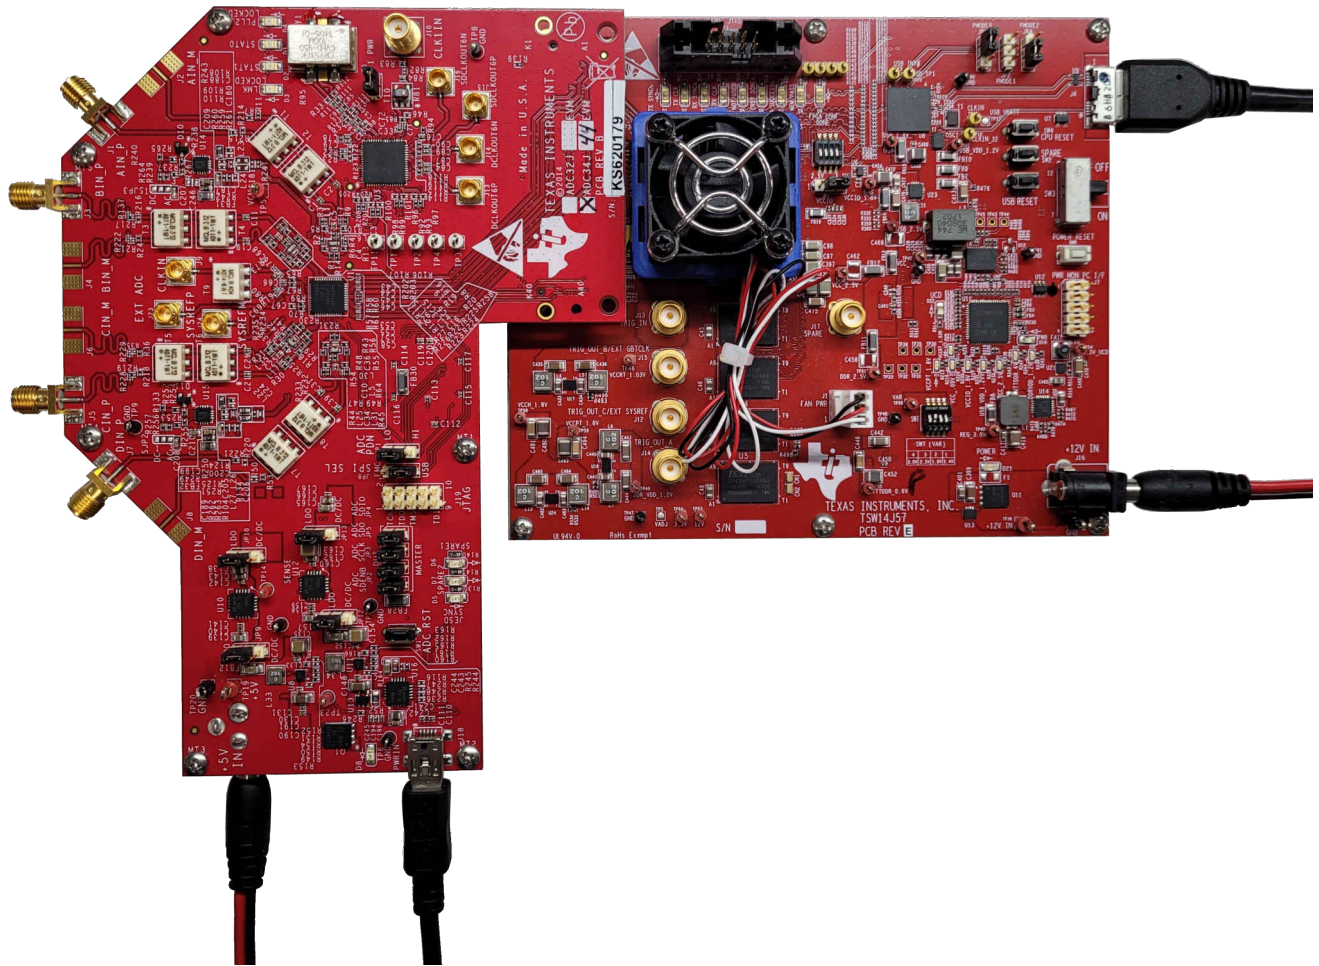

图 7-2. TSW14J57 EVM 连接到 ADC34J45 EVM
- 图 7-2 展示了连接到 ADC34J45 EVM 的 TSW14J57 EVM。